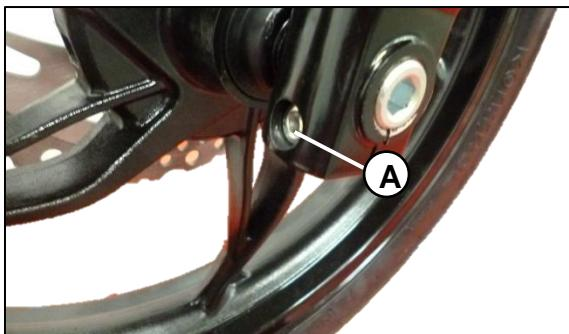

Fig. 04
Desajuste el tornillo (A). Fig. 04